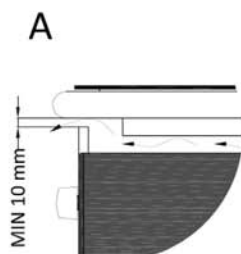

Fig. 5
- Für hartnäckige Verkrustungen empfehlen wir die Verwendung einer für die Glasreinigung geeigneten Spachtel (siehe Abbildung 5).